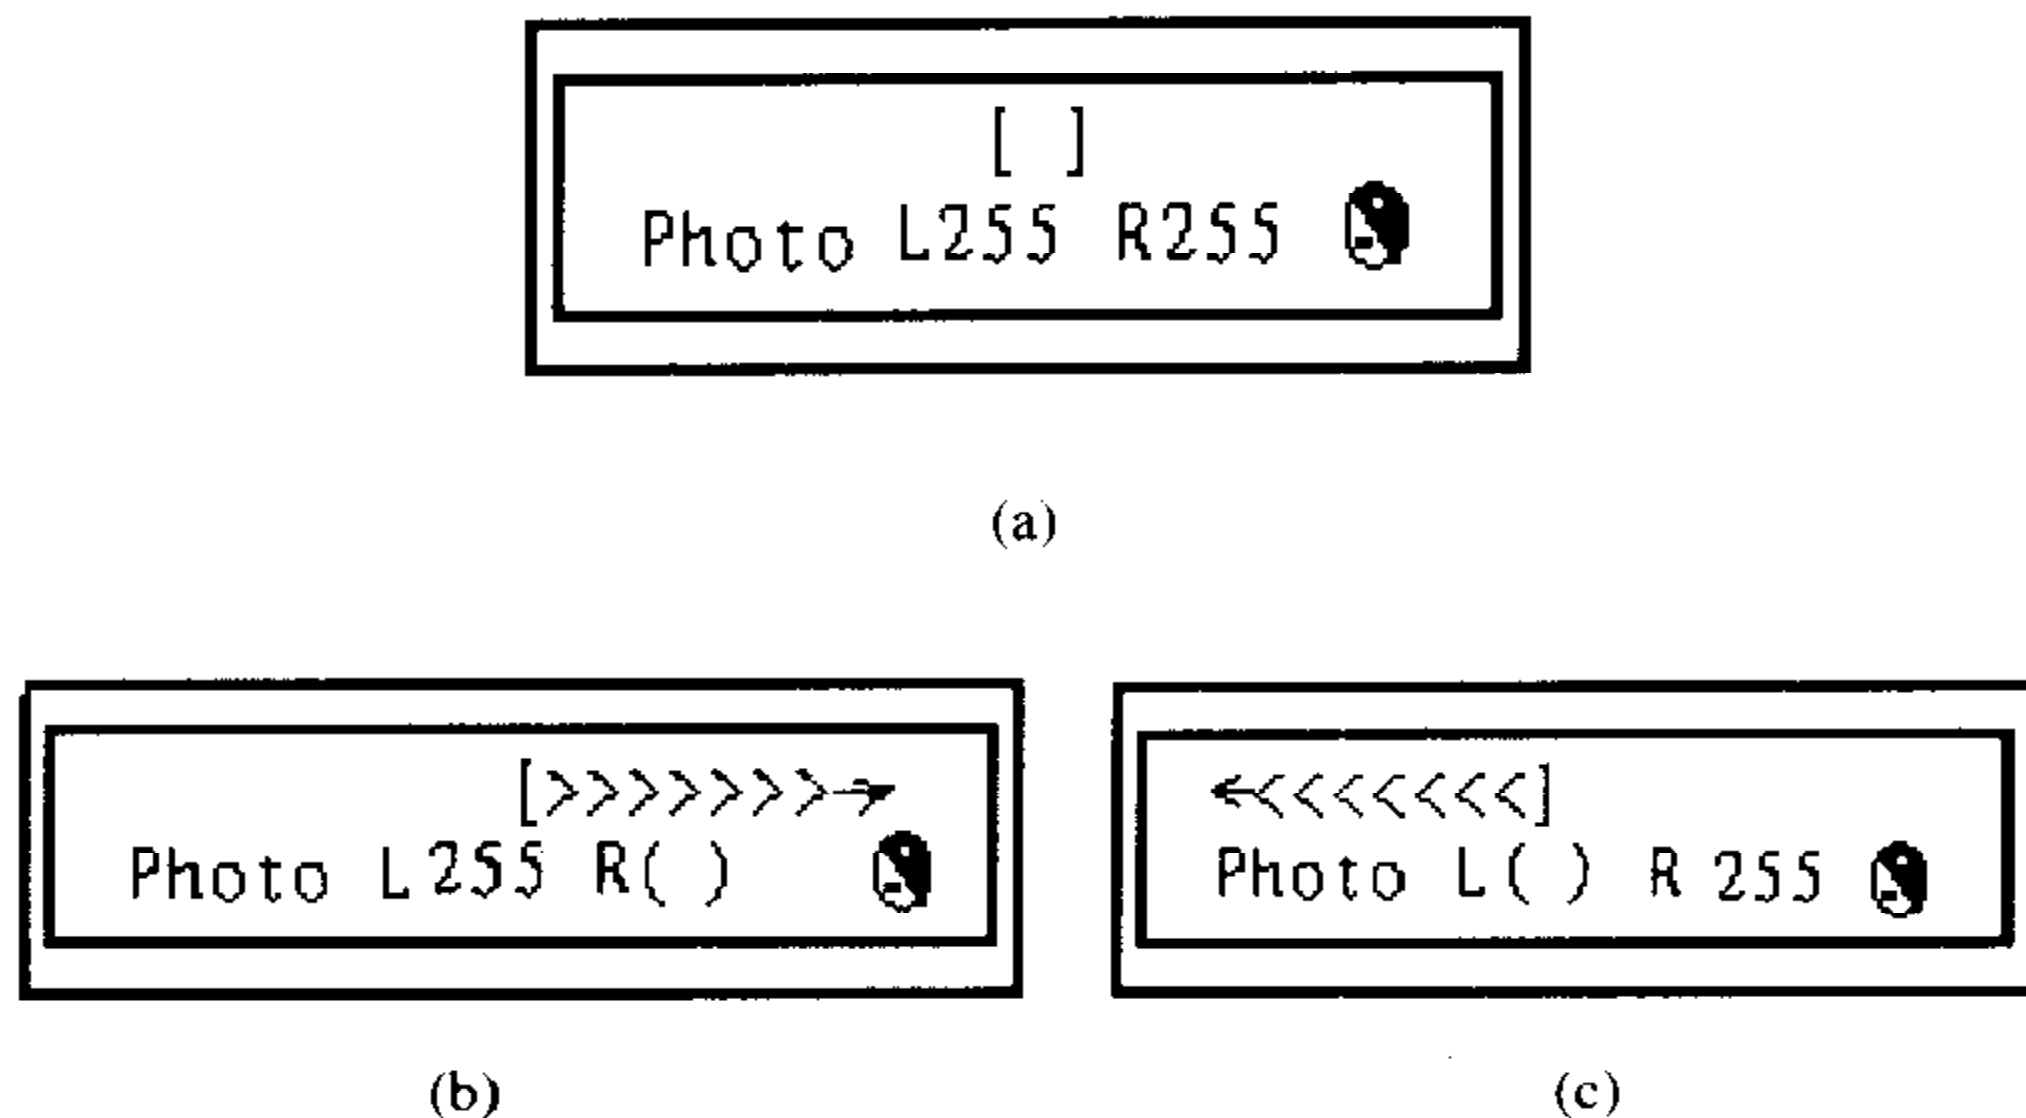

图 1.42 光敏检测示意图
现在请再按一下“复位”键，仔细观察 LCD 显示屏，如图 1.42 所示。
(1) 当同时遮住左右光敏传感器时，LCD 显示屏的状况如图 1.42(a) 所示。此时 L 和 R 的值都为 255。这说明如果左右光强一样时 L 和 R 的值相等。
(2) 当用手遮住左侧的光敏传感器时，LCD 显示屏的状况如图 1.42(b) 所示。L 的值为 255，R 的值随着光线的强弱不断变化。
(3) 当用手遮住右侧的光敏传感器时，LCD 显示屏的状况如图 1.42(c) 所示。这